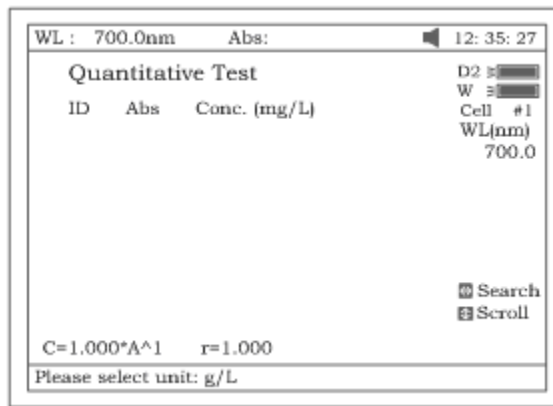

Рисунок 27
1. Нажмите клавишу **[F1]** для выбора единицы концентрации (рис.27)